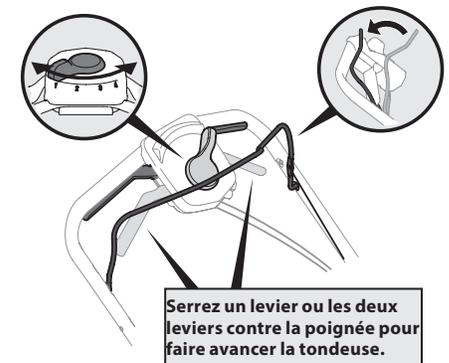

Figure 3-2
1. Lorsque le moteur est en marche, gardez la commande de la lame engagée, puis serrez un levier ou les deux leviers de la commande d'entraînement contre la partie supérieure de la poignée pour faire avancer la tondeuse. Voir Figure 3-2.